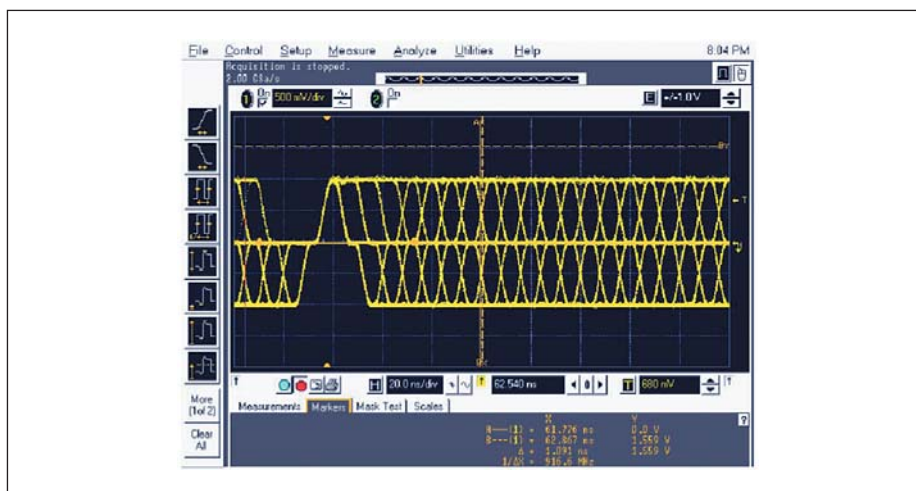

Рис. 18. Нормальные выходные импульсы для 100 ВТ
- Далее можно перейти к режимам проверки приема-передачи данных. Измерить нормальные диаграммы передачи и получения кадров 100 ВТ на Tx+/- или на Rx+/-, когда кабель подключен, так как показано на рис. 18.